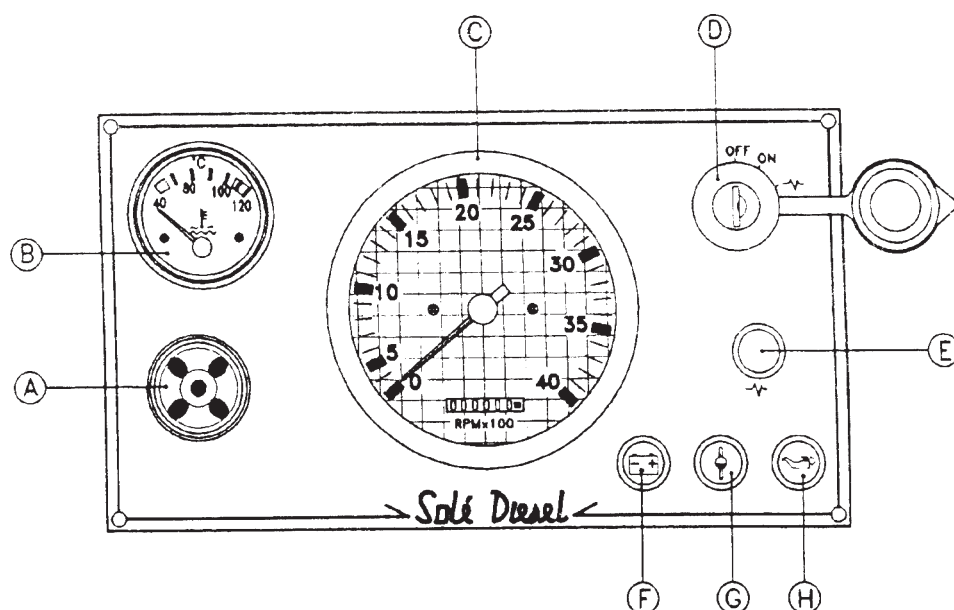

Рис. 10
2. Поверните пусковой ключ в положение “ON”. Загораются контрольные лампы: “проверить давление масла” (H) и “заряд аккумуляторных батарей” (F) и раздается контрольный сигнал зуммера (см. рис 10).
Поверните пусковой ключ в положение  $\overset{\wedge}{\sim}$  (прогрев) и дождитесь загорания зеленого сигнала (E) (см. рис. 10). Время горения зеленой контрольной лампы прогрева является индикатором требуемого времени для предварительного прогрева свечей. Если индикатор не загорается, необходимо произвести проверку в ремонтной мастерской.
2. Поверните ключ зажигания (D) в положение “OFF” (см. рис. 10). Если оставить ключ в положении “ON”, аккумуляторная батарея разрядится. Во избежание этого, выньте ключ сразу же после полной остановки двигателя. Если двигателем не будут пользоваться в течение длительного времени, рекомендуется закрыть вентили подачи топлива и заборной воды и отключить аккумулятор.